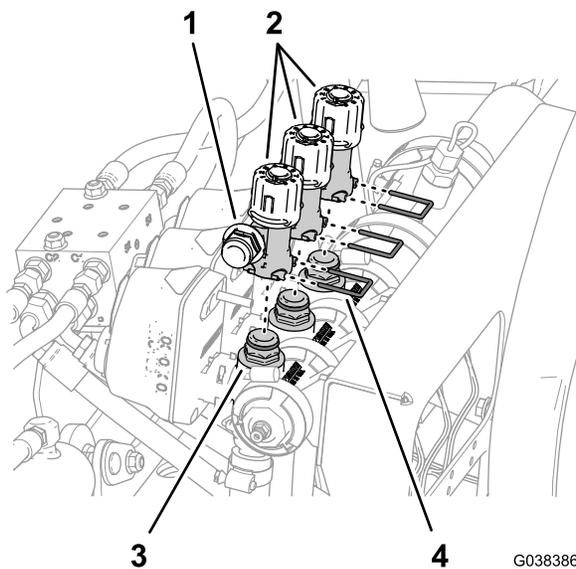

図 84
3. バイパスマニホールドを散布バルブマニホールドに固定しているリテーナ3本を外す 図 84。
4. 散布バルブマニホールドからバイパスマニホールドを持ち上げて外す 図 84。